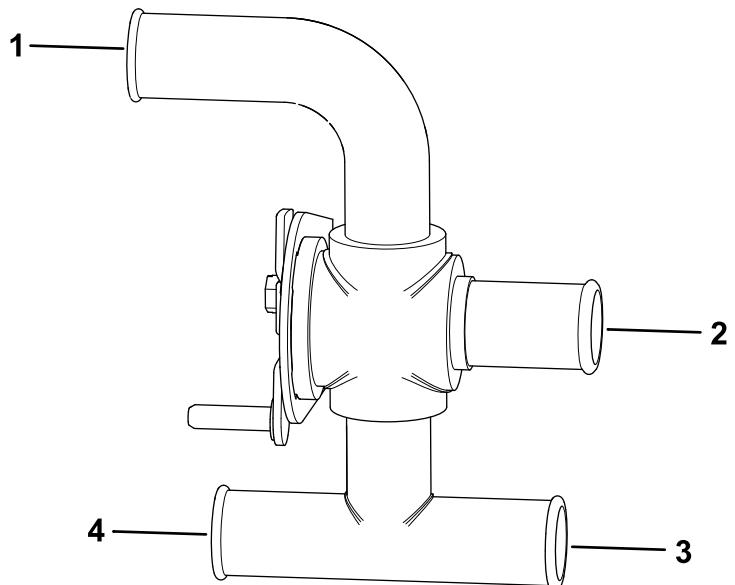
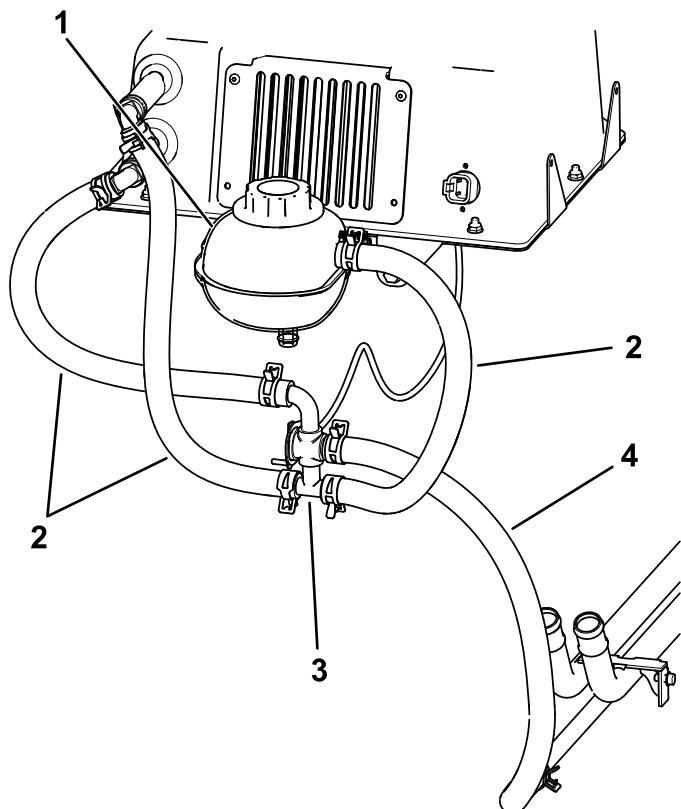

図 21
図 22
2. ヒーターBOXに事前に取り付けた2本の冷却ホースを、2本のバンドクランプを使ってウォーターバルブの適切なポートに接続する(図 21)。
**注** BOSS 除雪プラウ搭載機では、ヒーターコアの下側のホース図 21をプラウ用ソレノイドを取り巻くように配置してください。
3. 短く切っておいたサーモスタットバイパスホースを、水バルブに接続してバンドクランプで固定する図 21と図 22。
4. 残りのホースを給水バルブに接続し、そのホースのもう一方の端を上側タンクの大きなポートに接続してバンドクランプで固定する図 21と図 22。